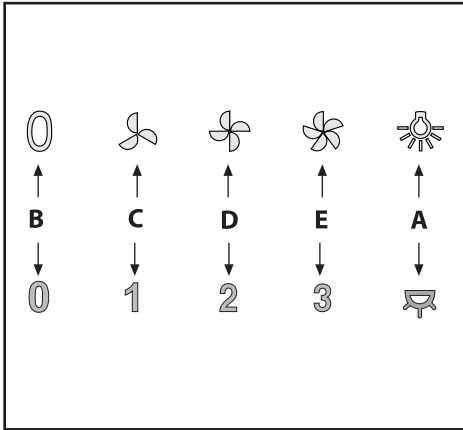

Fig.8
• **Comandi (Fig.8) meccanici:**